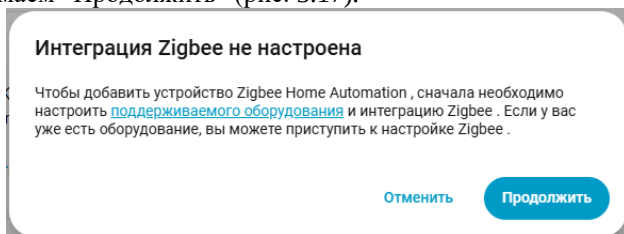

Рис. 3.17. Уведомление о необходимости настроить поддерживаемое оборудование
6. Нажимаем “Продолжить” (рис. 3.17).